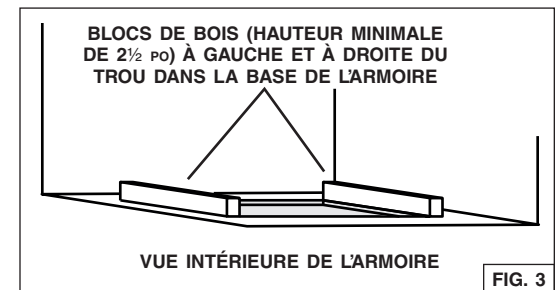

FIG. 3
2. Fixer 2 blocs de bois d'une hauteur minimale de 2½ po et de 10¼ po de long (non inclus) dans l'armoire, à gauche et à droite du trou, au ras des bords (Fig. 3).